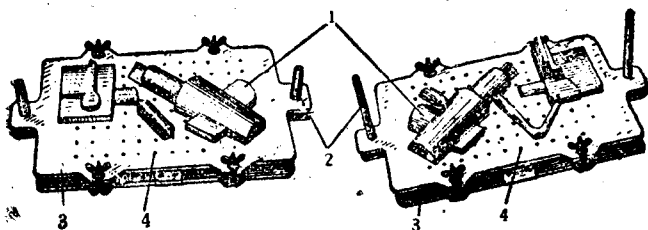

图16 座标型板：
4. 座标型板 除上述三类型板外，还有一种在模板上带有许多精确的座标网孔的特种型板叫做座标型板（如图16所示）。小型铸件用的座标型板，孔的直径为